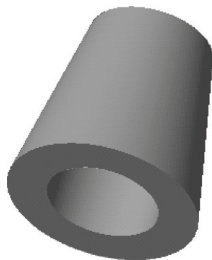

图 10-72 拔模曲面
STEP 06 单击“完成”按钮, 即可拔模曲面，效果如图 10-72 所示。